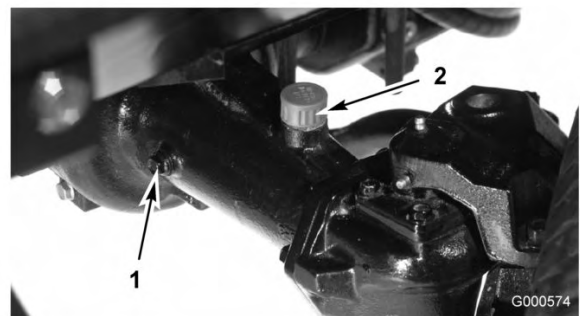

図 47
2. アクスルの一方の端部から点検用プラグ (図 47) を抜き、穴の高さまで潤滑油があることを確認する。量が不足の場合は、給油プラグ (図 47) をはずして補給する。